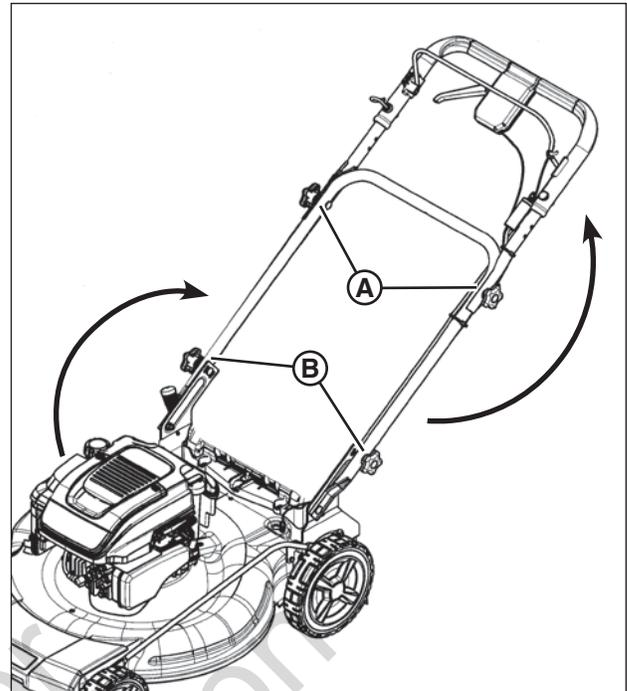

Figure 2: Lever l'assemblage de poignées
1. Desserrer, mais sans les retirer, les boutons (A, Figure 2) des deux côtés de la poignée supérieure.
3. Retirer les boutons de poignée, les rondelles et les boulons de transport de la poignée inférieure (B, Figure 2).